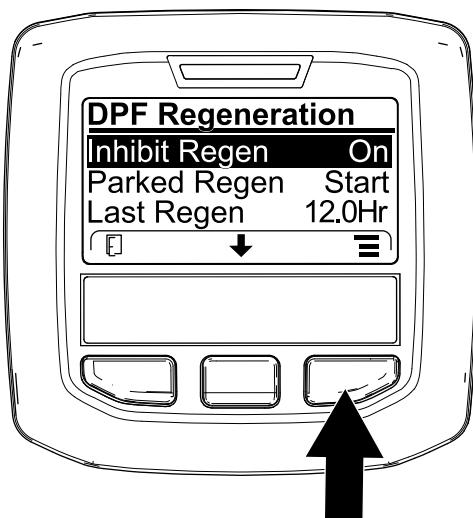
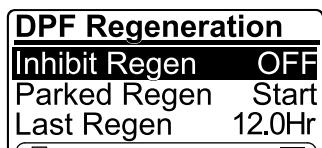

Figure 47
Figure 48
2. Appuyez sur le bouton droit pour faire passer le paramètre Inhibit Regen de On à Off (Figure 47) ou inversement (Figure 48).